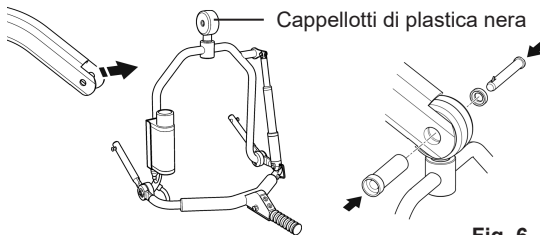

Fig. 6
Per il collegamento: avvicinare il sistema di aggancio elettrico adattivo a 4 punti alla fessura del braccio. Fare passare il manicotto del perno attraverso il braccio del sollevatore, il cappuccio terminale di plastica nera\* e il perno sfuso dell'aggancio. Dopo avere montato il manicotto in modo da sostenere il peso dell'aggancio, reinserire completamente il perno a sgancio rapido nel manicotto fino a bloccarlo in posizione (si veda la fig. 6).
- Prima di usare il sistema di aggancio elettrico adattivo a 4 punti, controllare che il perno a sgancio rapido sia **COMPLETAMENTE INSERITO** come mostrato nelle figure 6 e 7 a pagina 5.